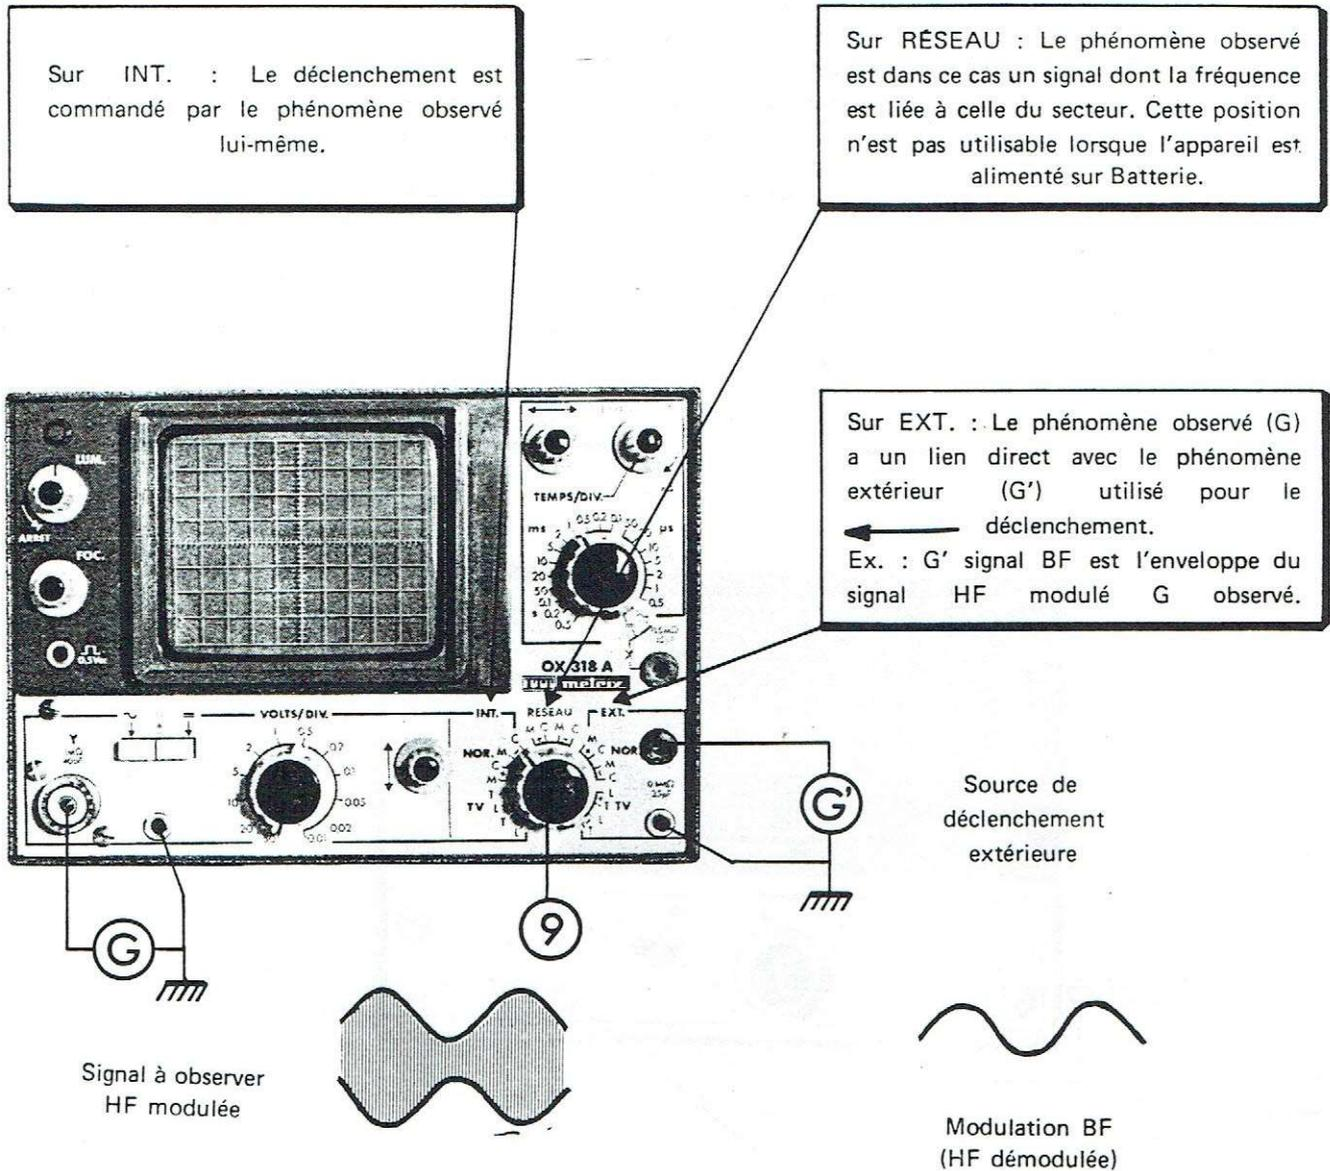

Fig. 8
Deux possibilités sont offertes pour les sources INT. et EXT. de la commande (9) (Voir Fig. 8).